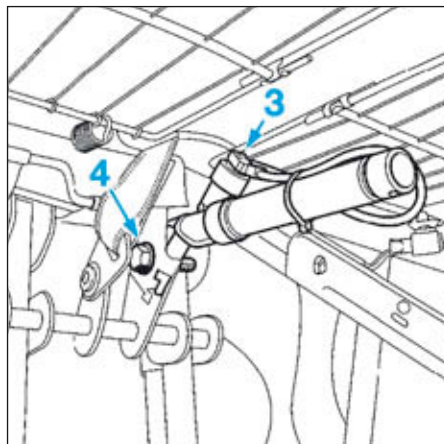

FIG.20
- Déverrouiller le connecteur (3) du prétensionneur ventral de ceinture de sécurité avant (Fig.20).
- Débrancher le connecteur (3) du prétensionneur ventral de ceinture de sécurité avant.
- la vis (4) du prétensionneur ventral de ceinture de sécurité avant,